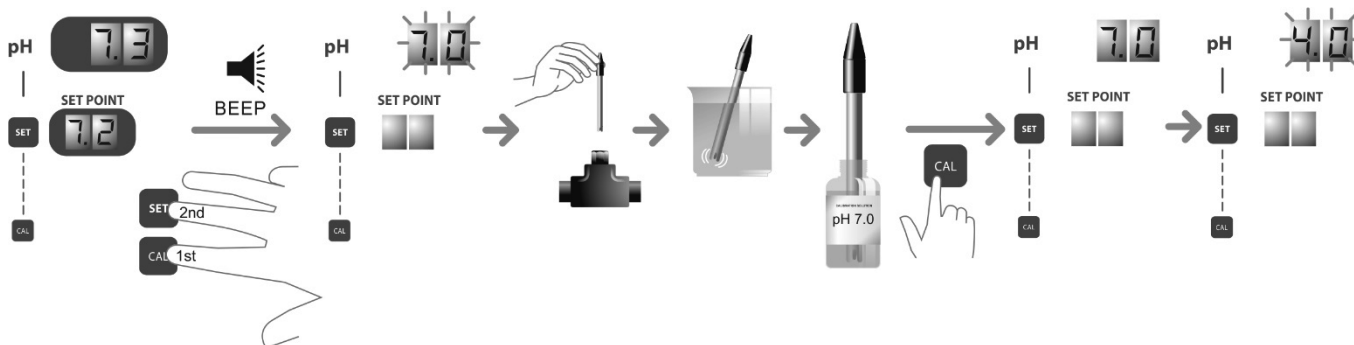

Fig. 15a
2. Appuyez simultanément sur les boutons "CAL" [8] et "SET" [7] pendant plusieurs secondes, jusqu'à ce que l'écran supérieur [5] clignote et affiche la valeur "7.0" (Fig. 15a).